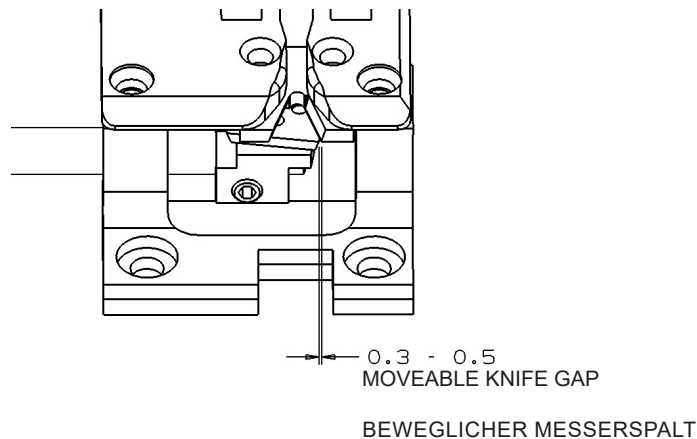

FIG. 1
Remove left end cover. Mount the electronic proximity switch (A) as shown in Fig. 1.
The feeler (C, D, Fig. 1) should not have any lateral play but should turn readily. For this, adjust the centering shaft (E, Fig. 2) with centering screw (F) and lock nut (G) accordingly.
Hang in tension spring (J, Fig. 1).
The feeler should be set at .236" (6.0 mm) (Fig. 1) between upper throat plate surface and upper edge of feeler at the bag entrance zone.
For adjustment loosen nut (K, Fig. 1) and turn-off screw (L), so that the head of screw does not contact the magnet in the magnet support stud. Loosen nut (M) and turn the feeler stop screw (N) in or out, as required, to adjust the correct feeler height.
NOTE: When the presser foot rests on the throat plate (feed dog below throat plate), the clearance between upper edge of feeler and lower edge of the feeler slot cut-out in the presser foot (see Fig. 1) should be approximately .040" (1 mm).
Secure the set feeler height with lock nut (M, Fig. 1).
The switching pressure on the feeler is set with screw (L, Fig. 1).
NOTE: The closer the head of screw (L, Fig. 1) to the magnet the higher the switching pressure on the feeler. Secure the position of screw (L) with lock nut (K).
The electrical switching point of the proximity switch (A, Fig. 1) is determined by screw (Q, Fig. 1). The distance between screw head and the face of the proximity switch is approximately 5/64" (2 mm) (see Fig. 1), when the feeler is in home position. This distance 5/64" (2 mm) is not exactly the same for all switches. Connect the machine electrically. With feeler in home position set the proper switching point as follows:
Loosen nut (P, Fig. 1). Turn screw (Q) away from switch, until the switch switches on. Then turn screw (Q) slowly towards the switch, until the switch switches off. Now turn screw (Q) a further ½ turn towards the switch. Secure this position of screw (Q) with lock nut (P).
Der Taster (C, D, Fig. 1) darf kein seitliches Spiel haben, muss sich aber ganz leicht drehen. Stellen Sie dazu die Zentrierachse (E, Fig. 2) mit dem Zentrierstift (F) und der Kontermutter (G) entsprechend ein.
Lösen Sie die Schraube (H, Fig. 2) und vermitteln Sie den Taster (C, D) durch seitliches Verschieben der Zentrierachse (E) im Stichplatten- und Drückerfußschlitz. Der Taster muss sich frei bewegen lassen. Ziehen Sie die Schraube (H) wieder an. Hängen Sie die Zugfeder (J, Fig. 1) ein.
Der Taster soll auf das Maß 6,0 mm (Fig. 1) zwischen Stichplattenoberfläche und Tasteroberkante in der Sackeinlaufzone eingestellt sein.
Zur Einstellung lösen Sie die Mutter (K, Fig. 1) und drehen die Schraube (L) soweit zurück, dass der Schraubenkopf den Magneten im Magnethaltebolzen nicht berühren kann. Lösen Sie die Mutter (M) und drehen Sie die Taster-Anschlagschraube (N) entsprechend ein oder aus bis die richtige Tasterhöhe erreicht ist.
BEACHTEN SIE: Wenn der Drückerfuß auf der Stichplatte aufliegt (Transporteur unter der Stichplatte), soll zwischen Oberkante Taster und Unterkante Tasterausparung im Drückerfuß (siehe Fig. 1) ein Abstand von etwa 1 mm sein. Sichern Sie die eingestellte Tasterhöhe durch Kontern der Mutter (M, Fig. 1).
Der Schaltdruck am Taster wird mit der Schraube (L, Fig. 1) eingestellt. Drehen Sie die Schraube (L) langsam gegen den Magneten im Haltebolzen, bis der Schraubenkopf gerade am Magneten anliegt. Dann drehen Sie die Schraube ¼ Umdrehung zurück, so dass der Taster leichtgängig bleibt und der Schraubenkopf im Einflusbereich des Magneten liegt.
BEACHTEN SIE: Je näher der Schraubenkopf der Schraube (L, Fig. 1) am Magneten ist, um so höher ist der Schaltdruck am Taster. Sichern Sie die Stellung der Schraube (L) durch Kontern der Mutter (K).
Mit der Schraube (Q, Fig. 1) wird der elektrische Schaltpunkt des Annäherungsschalters (A, Fig. 1) bestimmt. Der Abstand zwischen Schraubenkopf und Stirnfläche des Näherungsschalters beträgt in Ruhestellung des Tasters etwa 2 mm (siehe Fig. 1). Dieser Abstand von 2 mm ist nicht bei allen Schaltern genau gleich. Schließen Sie die Maschine elektrisch an. Der genaue Schaltpunkt wird in Ruhestellung des Tasters wie folgt eingestellt: Lösen Sie die Mutter (P, Fig. 1). Drehen Sie die Schrauben (Q) vom Schalter weg bis der Schalter einschaltet. Dann drehen Sie die Schraube (Q) langsam zum Schalter hin bis der Schalter ausschaltet. Drehen Sie dann die Schraube (Q) noch ½ Drehung weiter zum Schalter hin. Sichern Sie die Stellung der Schraube (Q) durch Kontern der Mutter (P).
When the air cylinder for the chain cutter (R, Fig. 1) is not activated and the chain cutter (R) is in its home position below the throat plate, the knife tips of the chain cutter (R) should be positioned .020" (0.5 mm) below the throat plate top surface. To obtain this setting, adjust the knife drive lever (S, Fig. 2) and secure this position by tightening the two screws (T, Fig. 2).
In cutting position, above the throat plate, the cutting edges of the chain cutter (R, Fig. 1) should overlap by .012" (0.3 mm) when nut (U, Fig. 2) on the piston rod of the air cylinder butts on the hexagon head stop screw (V).
Wenn der Luftzylinder für die Kettenschere (R, Fig. 1) nicht aktiviert ist und die Kettenschere (R) in ihrer Ausgangslage unter der Stichplatte ist, sollen die obersten Messerkanten der Kettenschere (R) etwa 0,5 mm unter der Stichplattenoberfläche stehen. Stellen Sie dazu den Messerantriebshebel (S, Fig. 2) entsprechend ein und sichern Sie die Stellung durch Festziehen der zwei Schrauben (T, Fig. 2).
In Schneidstellung über der Stichplatte sollen sich die Messerschneiden der Kettenschere (R, Fig. 1) etwa 0,3 mm überlappen, wenn die Mutter (U, Fig. 2) auf der Kolbenstange des Luftzylinders an der Sechskant-Anschlagschraube (V) anschlägt. Zur Einstellung lösen Sie die Kontermutter (W, Fig. 2) und drücken die Mutter (U) gegen die Sechskant-Anschlagschraube (V). Drehen Sie nun die Anschlagschraube (V) nach Bedarf aus oder ein, bis sich die Messerschneiden etwa 0,3 mm überlappen. Sichern Sie die Einstellung der Anschlagschraube (V) durch Kontern der Mutter (W).